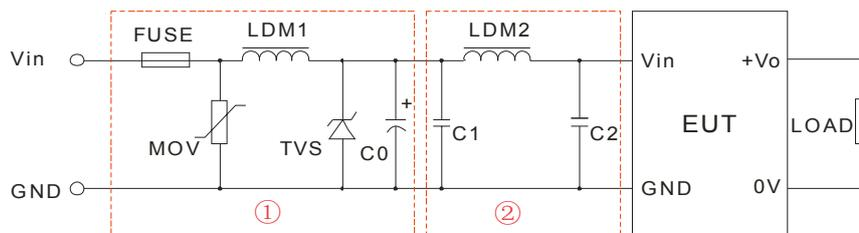

图 1
注: 1.图 1 中第①部分用于 EMS 测试; 第②部分用于 EMI 滤波, 可依据需求选择;